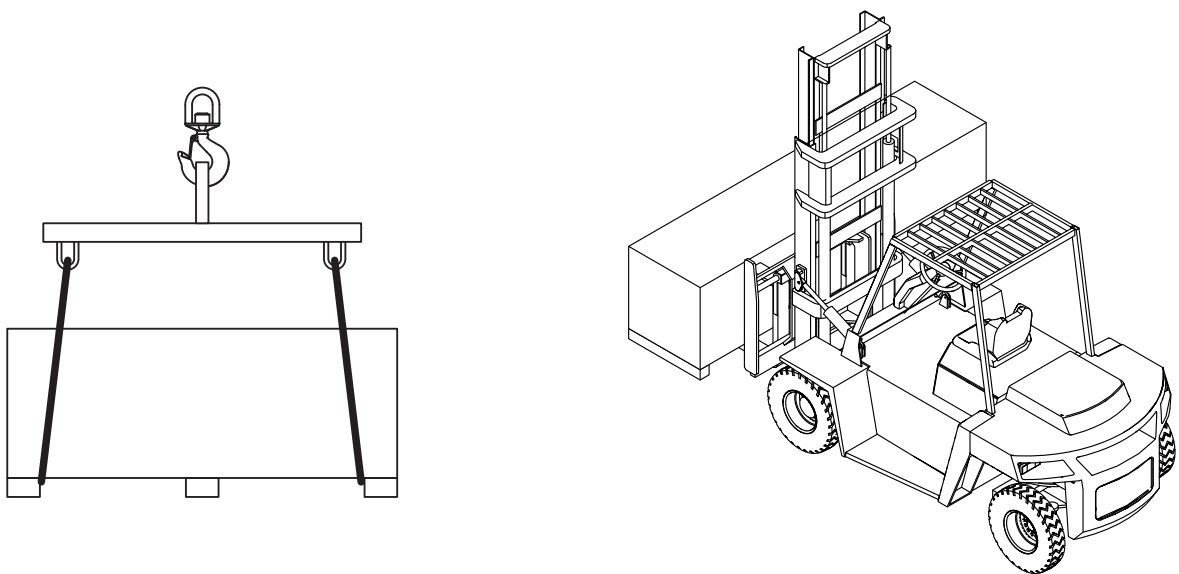

Fig. 5
- Le operazioni di sollevamento debbono essere eseguite come da Fig.5.
- Sollevare con cautela adoperando adeguati mezzi di sostegno del carico in perfetta efficienza. Utilizzando gli appositi punti di aggancio come indicato in Fig.5.
- Lifting operations must be performed as shown in Fig.5.
- Take every precaution and use lifting mechanisms that are in good working order. Use the special lifting points indicated in Fig.5.
- Beim Anheben gemäss Abb.5 vorgehen.
- Die Last vorsichtig anheben und sie mit geeigneten und funktionstüchtigen Hilfsmitteln stützen. Dabei die auf Abb.5 and Abb.6 gezeigten Anschlagpunkte einhalten.
- Les opérations de levage doivent être réalisées comme indiqué à la Fig.5.
- Soulever avec attention: utiliser des moyens de support de la charge parfaitement efficaces et se servir des points d'attelage comme indiqué à la Fig.5.